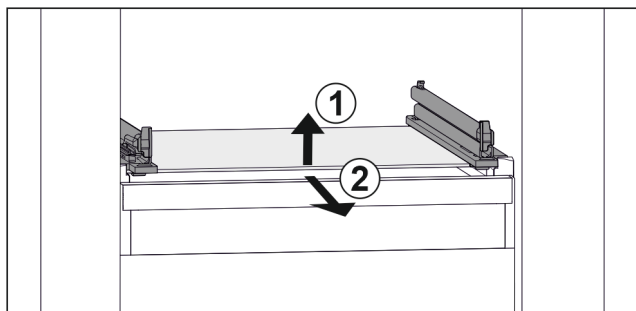

Fig. 106 Примерное отображение стеклнной пластины
- ▶ Приподнимите стеклнную пластину спереди. Fig. 106 (1)
- ▶ Извлеките стеклнную пластину движением вперед. Fig. 106 (2)